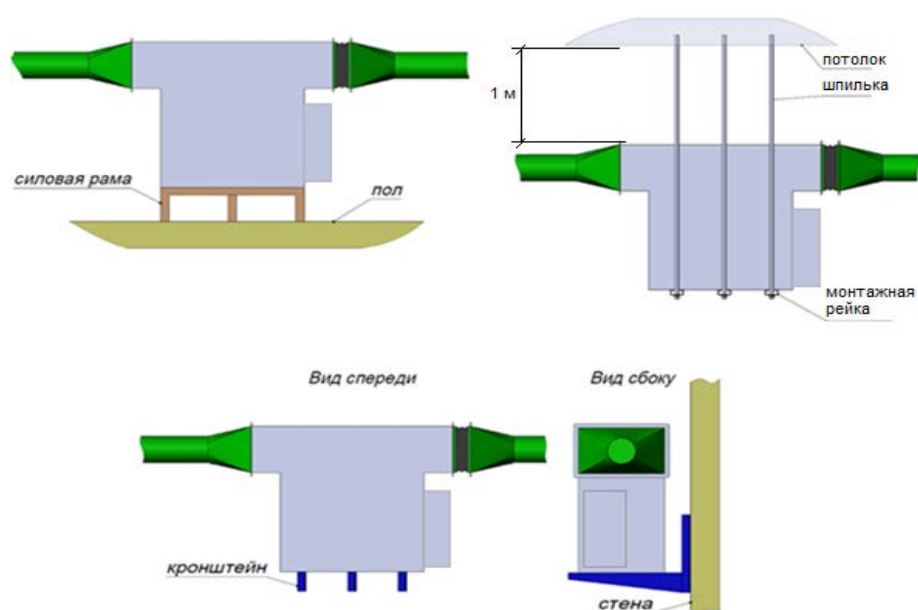

Рис.2 Варианты монтажа Гидрофилтра
- Установить Гидрофилтр, варианты установки Гидрофилтра показаны на Рис.2.